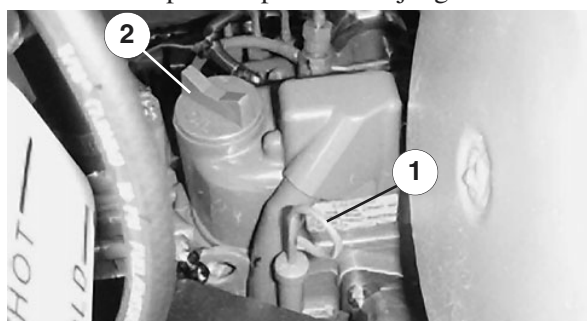

Figure 2
2. Sortez la jauge (Fig. 2), essuyez-la sur un chiffon propre et remettez-la en place. Sortez de nouveau la jauge et vérifiez le niveau d'huile. Il doit atteindre le repère du plein sur la jauge.